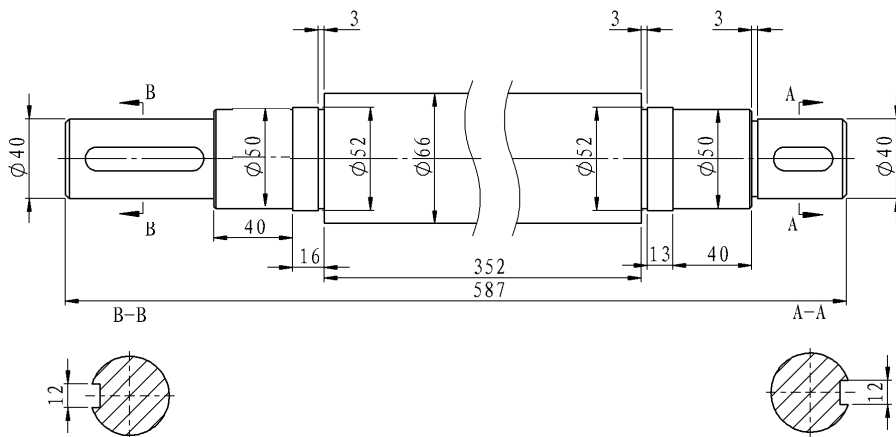

图 6.15.10 标注尺寸
Step3. 手动添加其他尺寸。参照上面的步骤, 添加图 6.15.10 所示的尺寸。